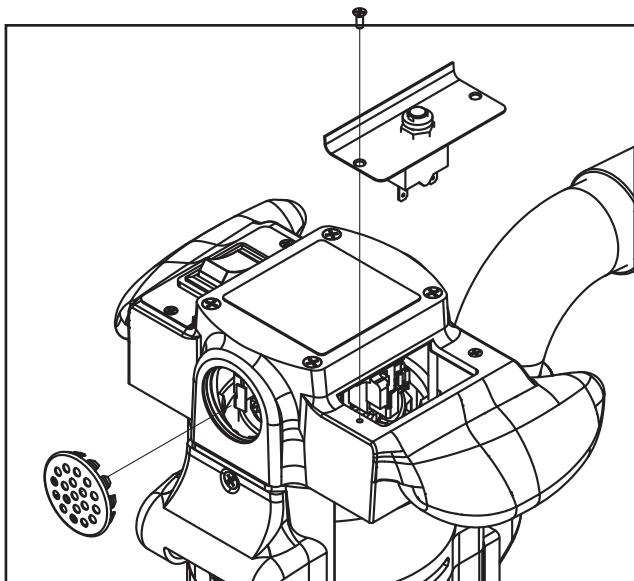

Figure 8
Inspectez les quatre balais tous les 6 mois ou toutes les 250 heures. L'accès aux balais se fait par les bouchons d'évent avant et arrière du moteur et sous les deux capots du moteur (figure 8). Appuyez sur la languette (A) de l'assemblage à ressort, faites-la pivoter, puis retirez-la (figure 9). Si un balai est usé à une longueur de $3/8"$ ou moins, remplacez l'ensemble au complet.